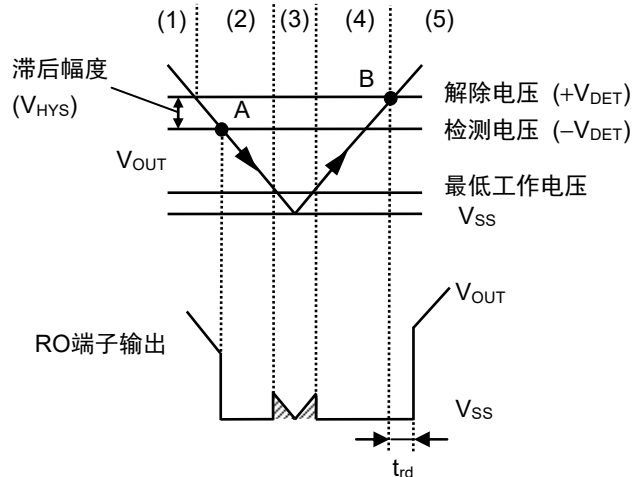

图40 检测器部分的时序图
- (1) 当稳压器的输出电压 ( $V_{OUT}$ ) 大于或等于检测器的解除电压 ( $+V_{DET}$ ) 时, N沟道晶体管 (N1, N2) 变为关, 向RO端子输出 "H"。此时, P沟道晶体管 (P1) 为开状态, 向比较器 (C1) 的输入电压为  $\frac{R_B \cdot V_{OUT}}{R_A + R_B}$ 。
- (2) 即使 $V_{OUT}$ 降低到小于或等于 $+V_{DET}$ 时, 只要高于或等于检测电压 ( $-V_{DET}$ ), 就能向RO端子输出 "H"。若 $V_{OUT}$ 降低到小于或等于 $-V_{DET}$  (图40的A点) 时, 通过C1控制的N1变为开,  $C_{DLY}$ 被放电。同时, 由延迟电路控制的N2变为开, 向RO端子输出 "L"。此时, P1变为关, 向C1的输入电压为  $\frac{R_B \cdot V_{OUT}}{R_A + R_B + R_C}$ 。
- (3) 若 $V_{OUT}$ 进一步下降到小于或等于最低工作电压时, RO端子的输出变得不稳定。若RO端子上被上拉时, 输出 "H"。
- (4) 若 $V_{OUT}$ 上升到大于或等于最低工作电压时, 向RO端子输出 "L"。此外, 在 $V_{OUT}$ 大于 $-V_{DET}$ 且小于 $+V_{DET}$ 的情况下, 输出为 "L"。
- (5) 再继续使 $V_{OUT}$ 上升, 若上升到大于或等于 $+V_{DET}$  (图40的B点) 时, N1变为关,  $C_{DLY}$ 被充电。如 $V_{DLY}$ 为阈值电压 (1.25 V (典型值)), 则由延迟电路控制的N2变为关, 向RO端子输出 "H"。